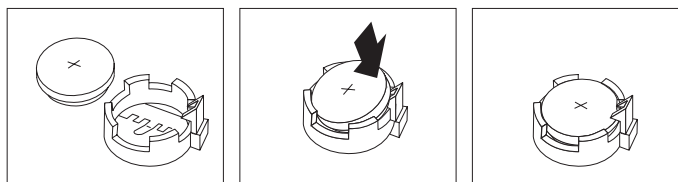

Figura 16. Instalación de la batería
6. Instale la batería nueva. Consulte la Figura 16.